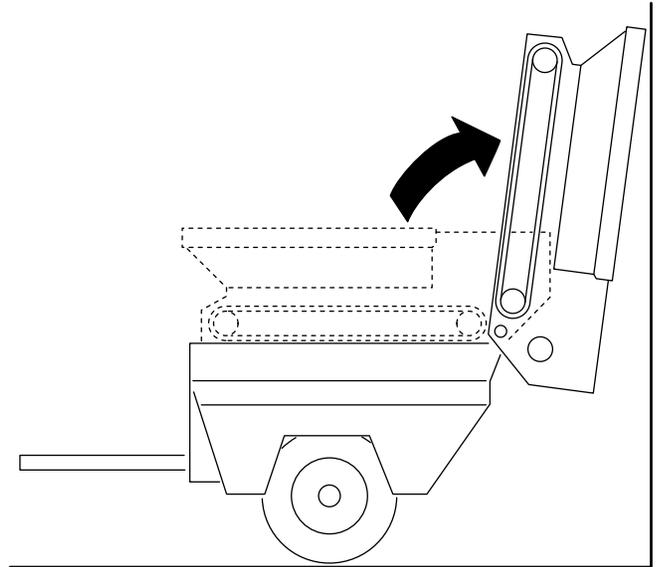

图27
3. 向后转动料斗并依靠在墙壁、柱子、梯子等物体上面图27。
确保料斗翻转超过中心线和/或固定到墙壁或柱子上防止其意外跌落到工作区图27。
3. 小心将料斗向下转动到滑行机架轨道上请参阅 图27 的 拆除滑行滚道 \(页码 18\)。